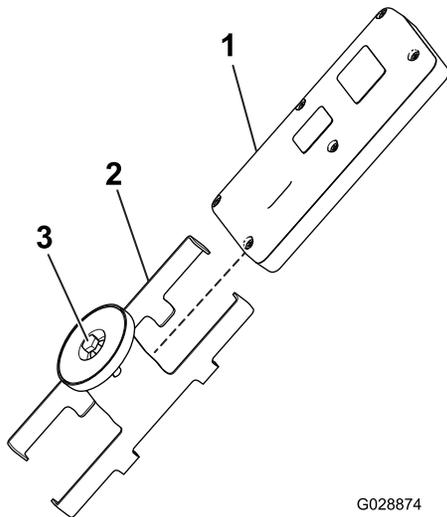

Bild 22
5. Setzen Sie die Handfernbedienung in die magnetische Halterung für die Fernbedienung ein; schieben Sie die Hälften zusammen und ziehen Sie die Schraube im Magneten an (Bild 22).